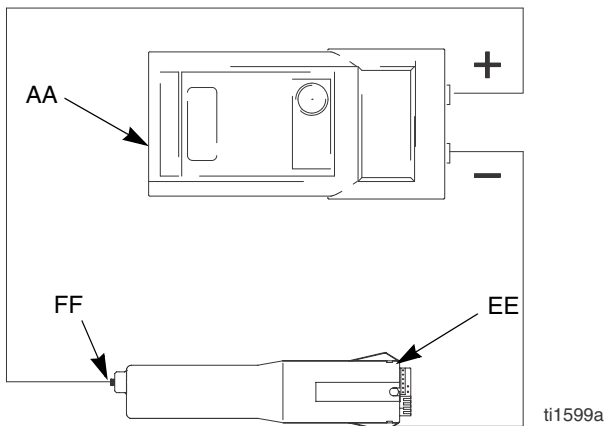

ABB. 11. Überprüfen des Widerstands des Hochspannungserzeugers
1. Ausbauen des Hochspannungserzeugers (18), Seite 31.
2. Den Turbinengenerator (19) vom Hochspannungserzeuger abnehmen, Seite 32.
3. Den Widerstand zwischen den Erdungsstreifen des Hochspannungserzeugers (EE) und dem Leitkontakt in der Mitte der Dichtung des Hochspannungserzeugers (FF) messen. Siehe ABB. 11.